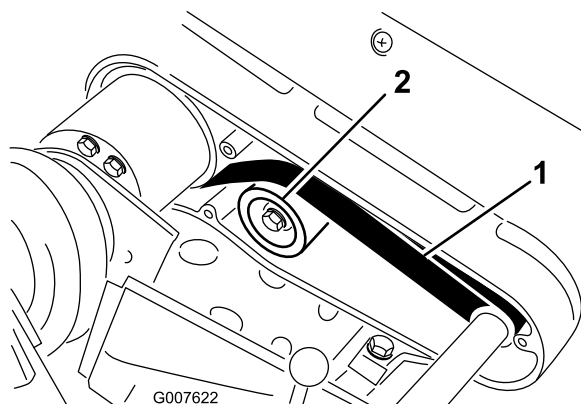

Figura 45
2. Controllate la tensione premendo la cinghia al centro tra le pulegge (Figura 45) con una forza di 22–26 N.
- A. Allentate il dado di fissaggio della puleggia tendicinghia e ruotate la puleggia in senso orario verso il retro della cinghia, fino a ottenere la tensione desiderata (Figura 45).